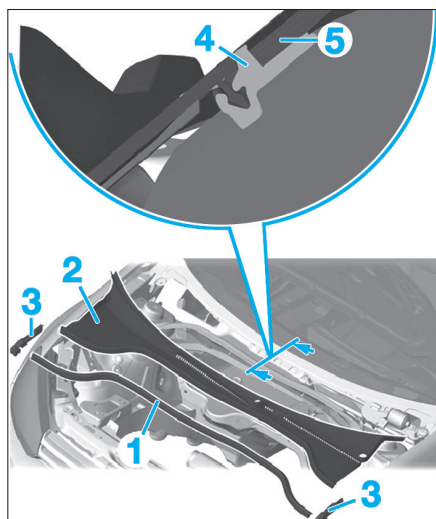

Fig. 57
- Retirer le joint (1) sur toute la longueur de la grille d'avant (2) (Fig.57).
- Déposer les caches insonorisant droit et gauche (3).
- Extraire la grille d'avant par le haut du profilé d'encadrement (4) situé sur l'arête inférieure du pare-brise (5).